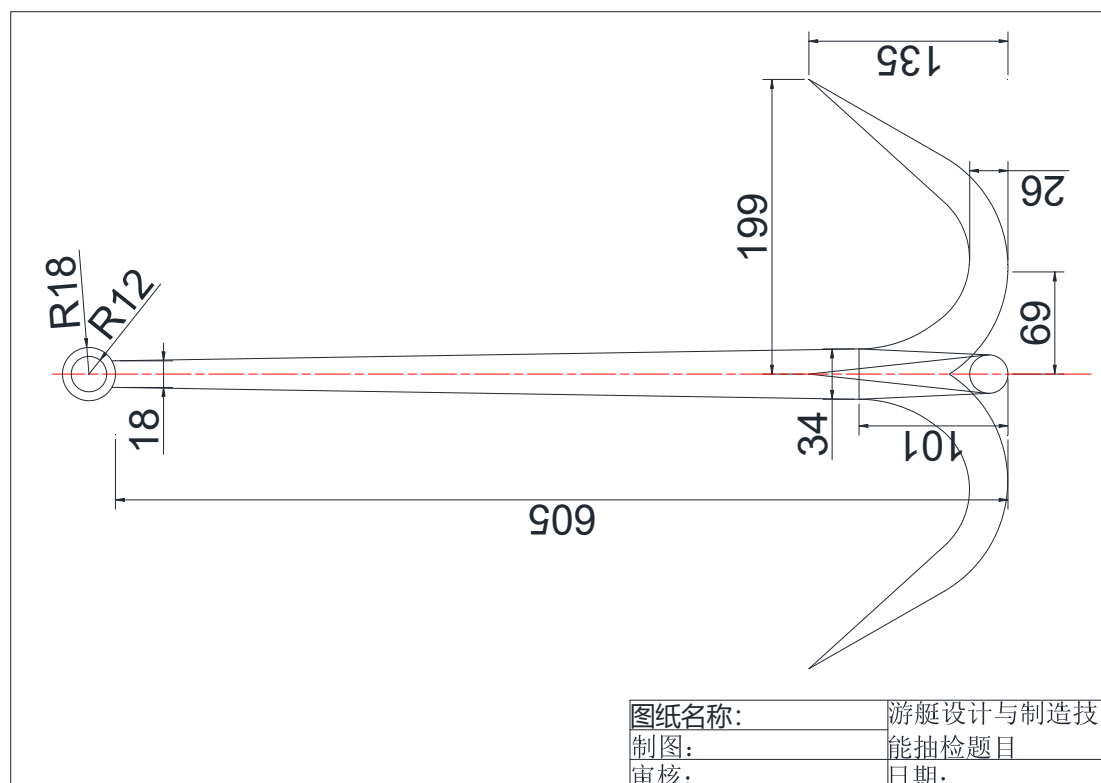

图 H2-14 四爪锚创建
2) 根据图 H2-14 及提供的素材 H2-14 所示尺寸完成家具建模；未注尺寸要求，达到效果即可。将建好的模型文件命名为“H2-14 建模”保存在考生文件夹中。